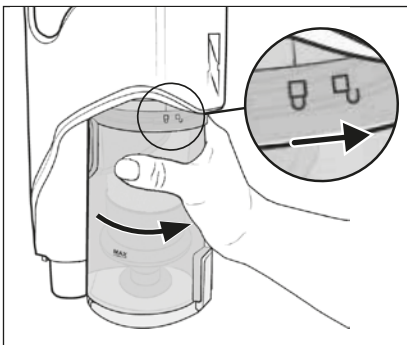

Fig. 23
- 8) Remettez le bac à poussière **6** dans l'appareil et tournez-le dans le sens du symbole  (fermer) jusqu'à ce qu'il soit bien en place dans l'appareil (voir fig. 23).